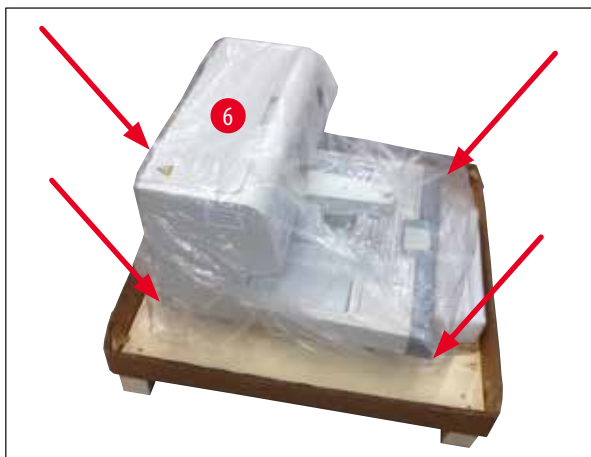

图 5
5. 在从货盘上搬下仪器 (→ 图 5-6) 时，确保由两人抬着外壳底座下部的四个角来搬运 (→ 图 5)。